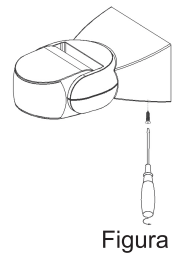

Figura 1
-Afloje el tornillo situado en la parte inferior y sepárela del sensor. (Consulte la figura 1).